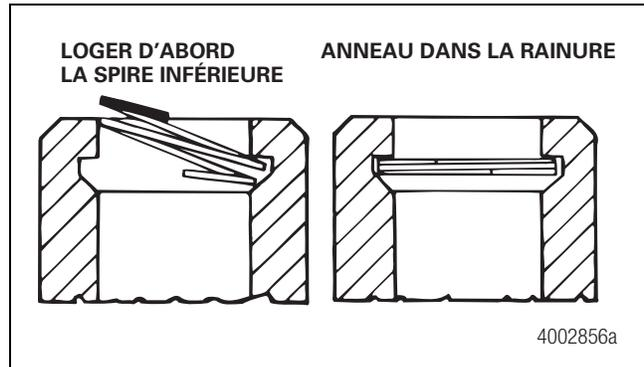

Figure 5.4
9. À l'aide d'un petit tournevis, appuyer pour loger une extrémité de l'anneau dans la rainure. Figure 5.4.